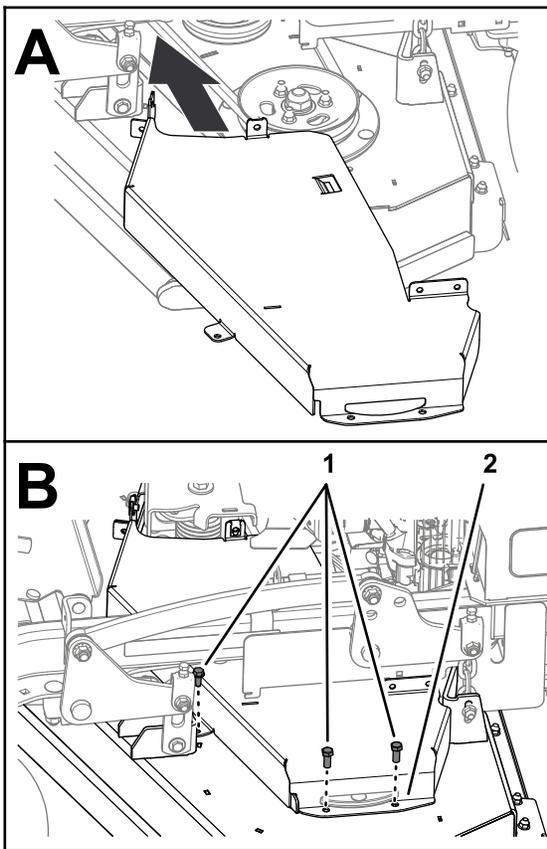

Figura 42
1. Monte a cobertura da correia esquerda na plataforma (Figura 42) com os três parafusos que removeu em Remoção da cobertura da correia esquerda (página 29).